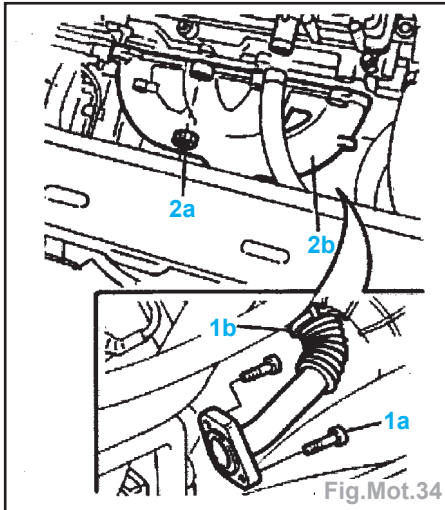

Fig.Mot.34
- les vis (1a) du tuyau rigide EGR (1b), les écrous (2a) et désolidariser l'ensemble collecteur d'échappement/turbo (2b) (Fig.Mot.34).